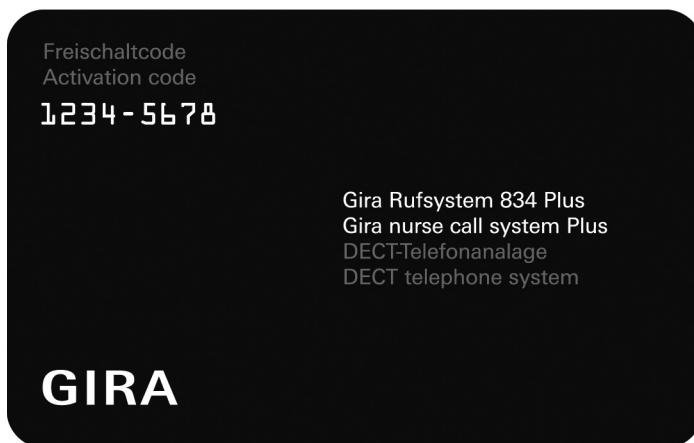

Bild 4.9: Key-Card zur Freischaltung (z. B. einer DECT-Telefonanlage)
- Sie bekommen von Gira für jedes bestellte Softwarepaket eine Key-Card zugeschickt (siehe Bild 4.9).